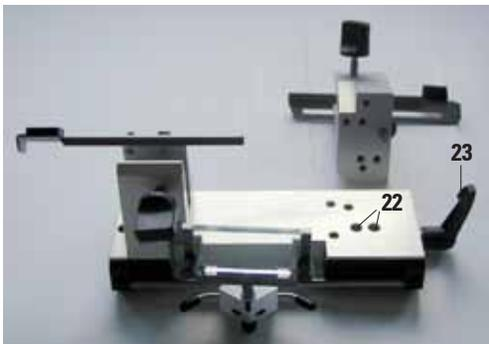

Abb. 11
2. Hebel (23, Abb. 11) auf der rechten Seite des Messerhalters lösen und Freiwinkel von 0 wählen. Dazu Zahl 0 zur Indexmarke (25) ausrichten. Hebel (23, Abb. 11) wieder klemmen. Ist das Scheidergebnis nicht zufriedenstellend, Freiwinkel in 1°-Schritten erhöhen, bis das Ergebnis optimal ist.
Zuerst einen Freiwinkel von 0 einstellen. Dazu Hebel (23, siehe Abb. 11) lösen und die Indexmarke (26) auf die Zahl 0 der Freiwinkelskala (27) einstellen. Hebel (23) schließen. Wenn die Ergebnisse nicht zufriedenstellend sind, in 1°-Schritten den Freiwinkel langsam erhöhen, bis das Ergebnis optimal ist.